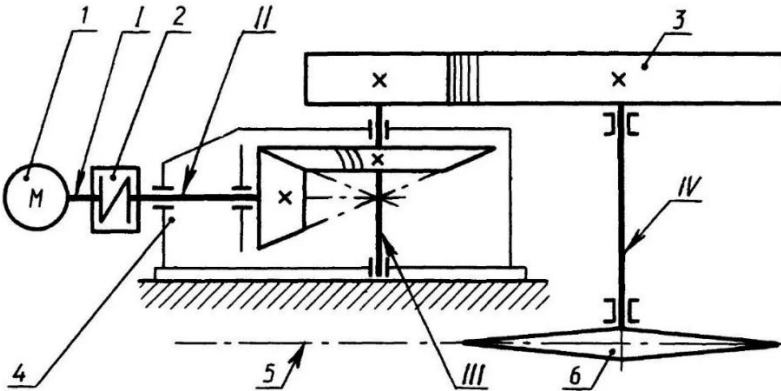

Рис. 1. Кинематическая схема приводной станции подвесного конвейера:
3. Исходные данные для проектирования (табл. 1, рис. 1).